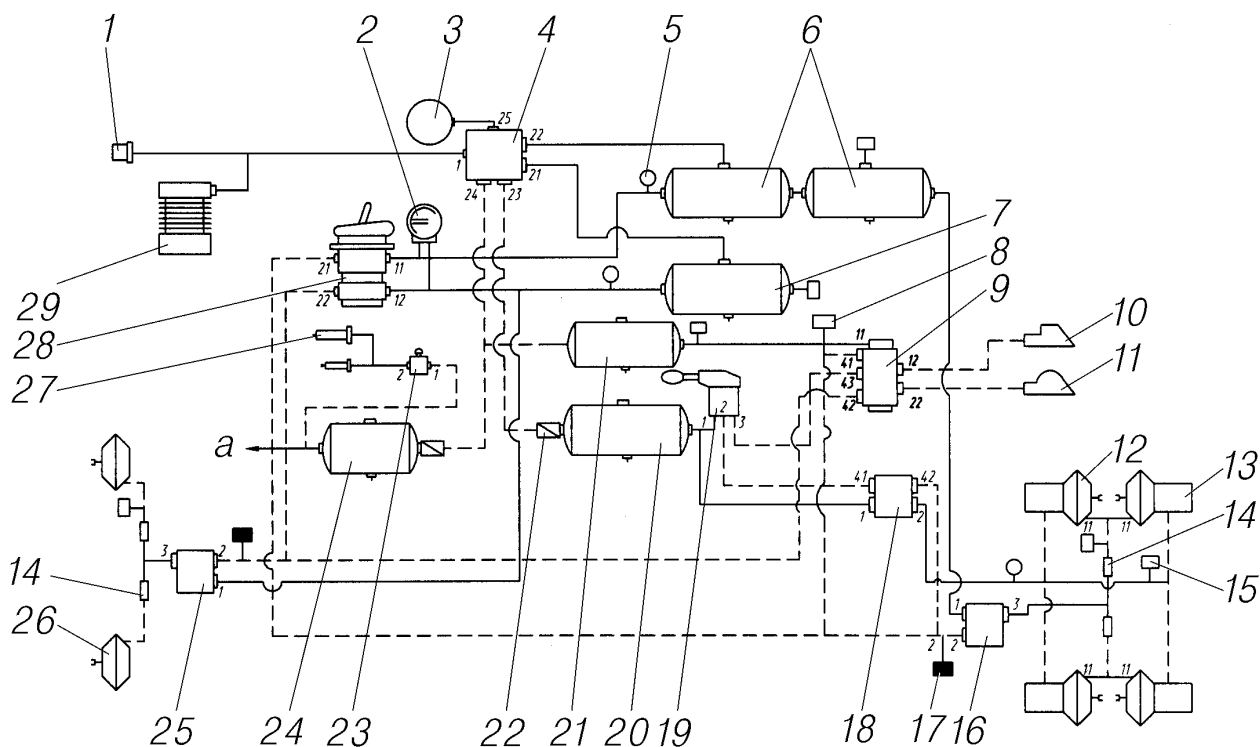
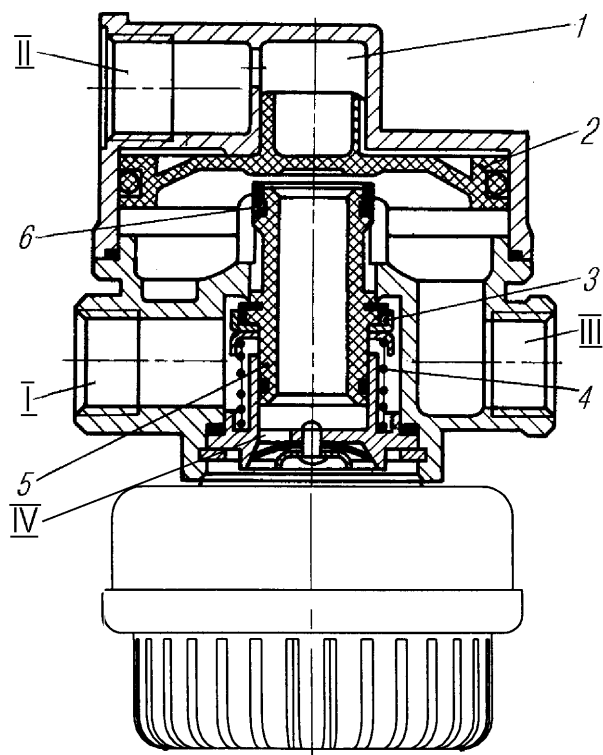

Рис. 48. Схема пневмопривода тормозов:
Рис. 53. Клапан ускорительный:
Сжатый воздух из компрессора 29 (рис. 48) поступает в блок подготовки воздуха 4, в который входит регулятор давления, четырехконтурный защитный клапан, регенерационный баллон. Проходя через блок, воздух очищается от влаги, масла и разделяется на контуры:
Из верхней секции тормозного крана воздух поступает в верхнюю камеру ускорительного клапана 16. Поршень 2 (см.рис. 53) опускается и открывает отдельную магистраль от баллонов 6 (см.рис. 48) через модуляторы 14 к задним тормозным камерам 12.
Из нижней секции тормозного крана воздух поступает в верхнюю камеру ускорительного клапана 25. Поршень 2 (см.рис. 53) опускается и открывает отдельную магистраль от баллона 7 (см.рис. 48) через модуляторы к передним тормозным камерам 26.
**Работа пневмопривода стояночного и аварийного тормозов.** Сжатый воздух из баллона 20 (см. рис. 48) поступает к крану 19 управления стояночным тормозом, далее в управляющую магистраль ускорительного клапана 18, в результате чего последний пропускает воздух из баллона 20 в цилиндры энергоаккумуляторов.
**Клапан ускорительный** (рис. 53) устанавливается в систему торможения колес переднего и заднего мостов и предназначен для уменьшения времени срабатывания привода тормозов за счет сокращения магистрали впуска сжатого воздуха из воздушного баллона в исполнительный механизм.
**Соединительные головки.** На головках имеются крышки, которые предохраняют систему от попадания пыли и грязи. Крышка питающей головки 10 (см.рис. 48) окрашена в красный цвет, управляющей головки 11 —